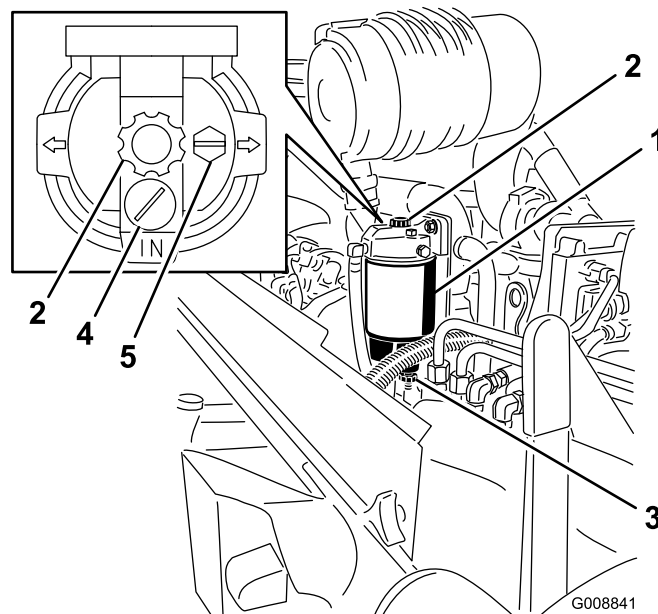

Bild 59
1. Stellen Sie einen sauberen Behälter unter den Wasserabscheider (Bild 59).
2. Öffnen Sie die Ablassschraube und pumpen Sie die Verunreinigungen mit der Pumpe ab (Bild 59).
2. Lösen Sie die Entlüftungsschraube und die Ablassschraube, um etwas Kraftstoff abzulassen (Bild 59).